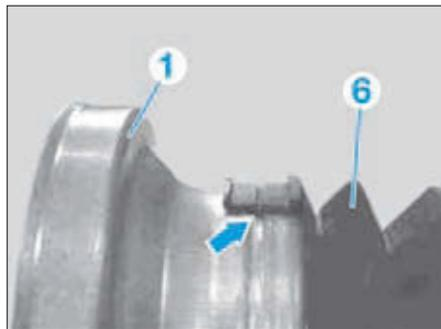

FIG. 17
- Engager le soufflet (6) sur le capuchon du soufflet (1) (Fig.17).
*Faire attention à ce que le bourrelet d'étanchéité (flèche) du soufflet (6) vienne bien se loger entre les bourrelets d'étanchéité du capuchon (1).*